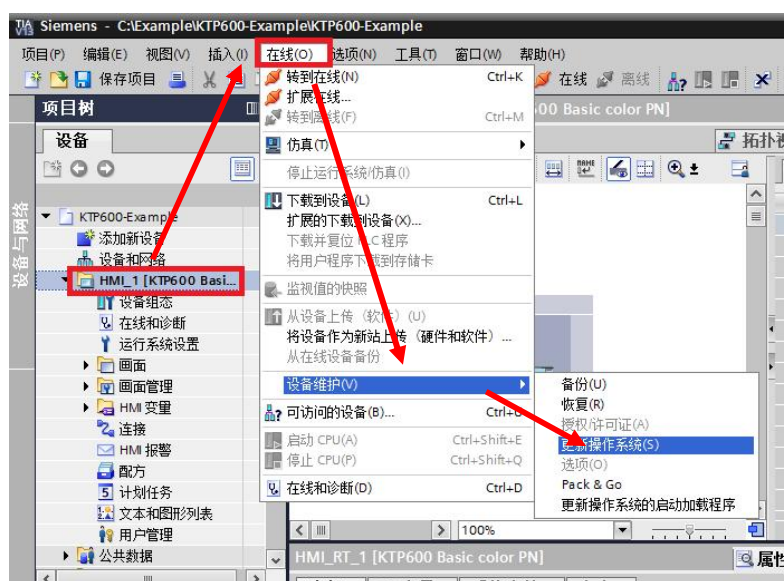

图 5-1
1. 建立连接后，打开您的 WinCC(TIA 博途)项目，在项目树内选中 KTP600 Basic color PN，并选择菜单“在线”→“设备维护”→“更新操作系统(S)”，如图 5-1 所示。